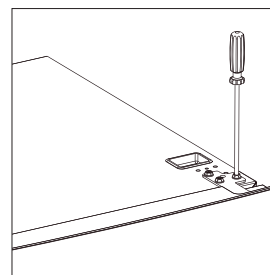
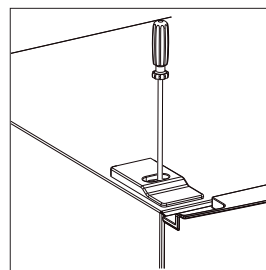

Fig. 5
Fig. 6
- ▶ Desenrosque los tres tornillos de sujeción de la placa perforada de bisagra y retire la bisagra de la puerta de la cámara frigorífica (2) (fig. 5). Retire igualmente la arandela y guárdela en un lugar seguro para su uso posterior.
- ▶ Levante la puerta de la cámara frigorífica (2) de la bisagra central y colóquela de pie a un lado asegurándola contra caídas y sobre una base blanda para evitar posibles arañazos.
- ▶ Desenrosque el tornillo de sujeción de la tapa de tornillos con un destornillador de estrella (fig. 6).